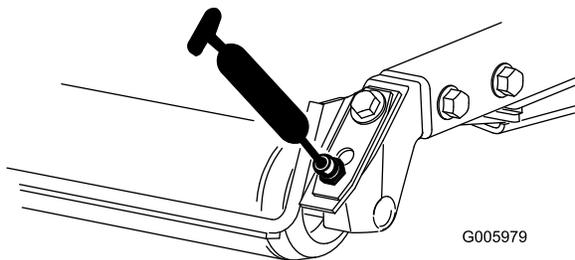

図 80
- 図 80に示す、後ローラのベアリングカッティングユニット 1 台に 2ヶ所